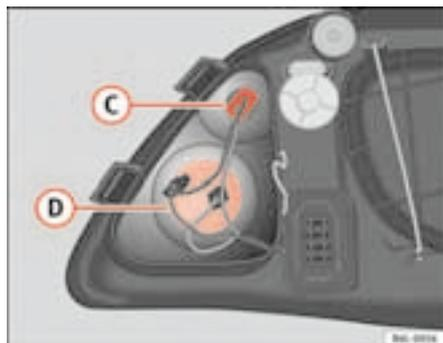

Fig. 152 Luz intermitente
- Gire hacia la izquierda el portalámparas y extráigalo de su alojamiento ⇒ fig. 152 (D).